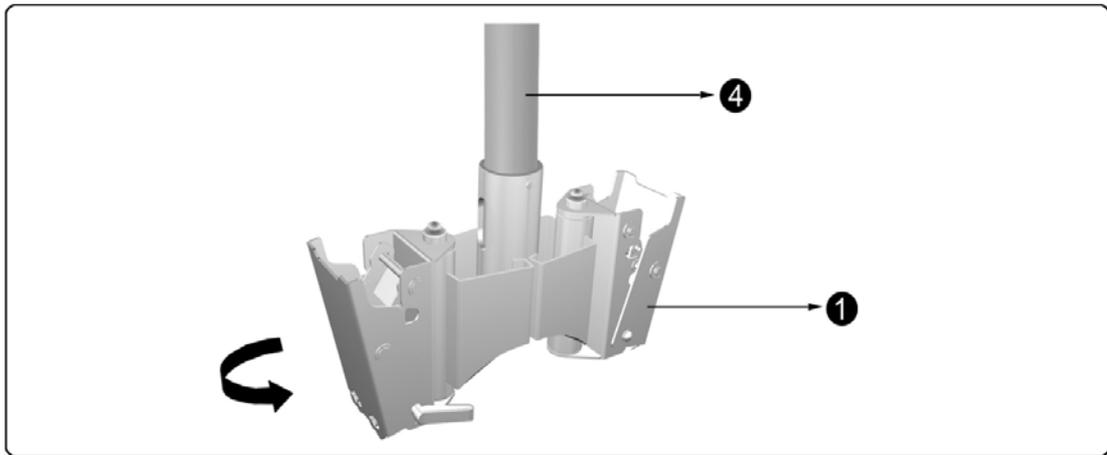

图 2-2
- 倾斜架可以围绕着吊杆旋转，倾斜架可以朝着不同的方向(如图 2-2)。